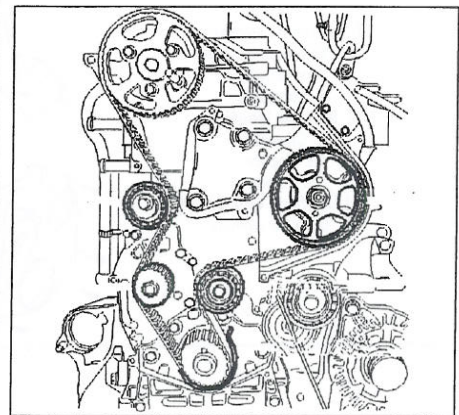

FIGURA 1-11
• Montar la correa de distribución comenzando por el piñón de cigüeñal y a continuación el rodillo de guía, la rueda dentada de la bomba de alta presión, y a continuación el eje de levas, la bomba de agua y el rodillo tensor. Si es necesario, utilizar una pinza plástica (útil PSA 0188. K) para mantener la correa ceñida alrededor del piñón de cigüeñal (figura 1-11).
• Si ha sido utilizada, desmontar la pinza de plástico (figura 1-11).